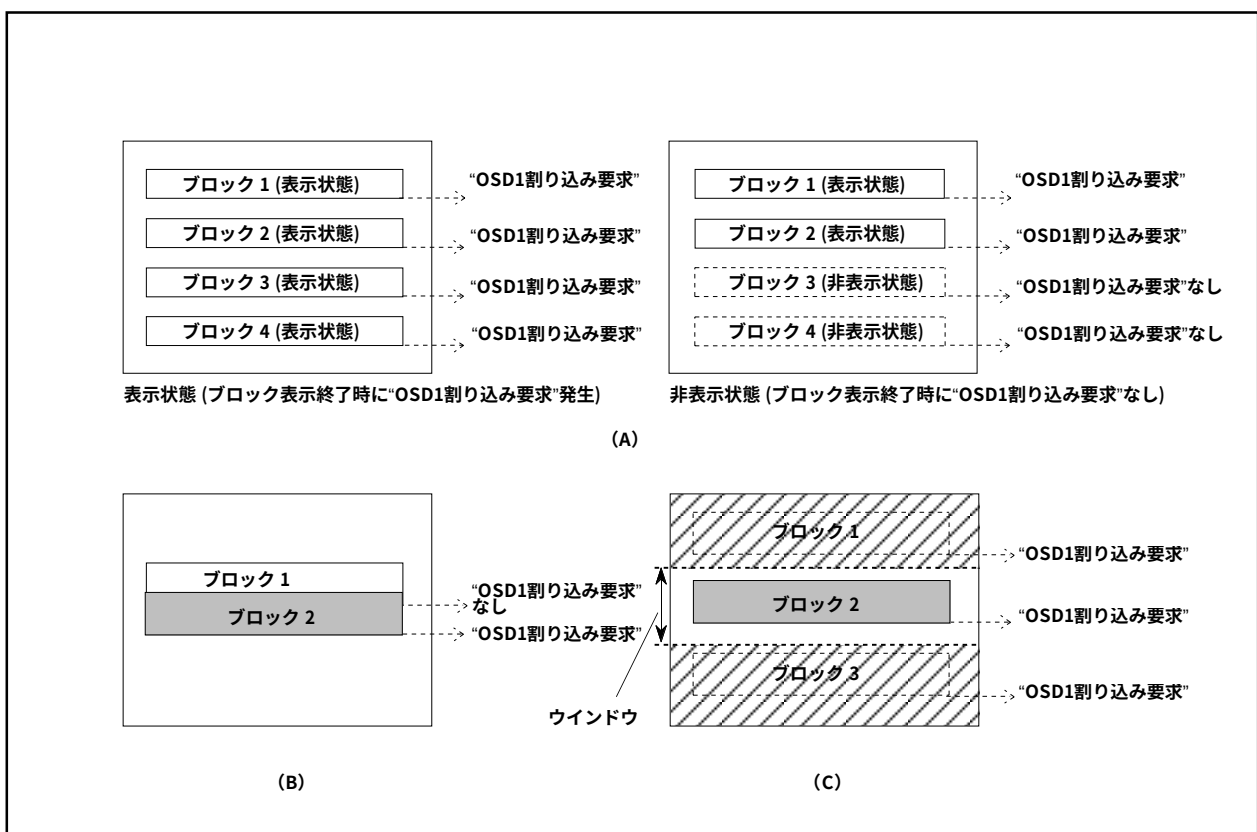

図2.16.40 OSD1割り込み発生 の 注意 点
- 注1. ブロック表示終了時に発生する“OSD1割り込み要求”は、ブロックを表示していない場合は発生しません。つまり、ブロックコントロールレジスタi（0210₁₆～021F₁₆番地）の表示制御ビットの設定によってブロックの表示がオフ（非表示）状態であれば、“OSD1割り込み要求”は発生しません（図2.16.40のA参照）。
2. 1つのブロック表示中に途中の他のブロックの表示開始位置がきた場合は、割り込み要求は途中から表示したブロックの表示終了時に1回だけ発生します（図2.16.40のB参照）。
3. ウィンドウを設定した画面で、ウィンドウ外にあるブロック（表示OFF）が表示終了した時点でも“OSD1割り込み要求”は発生します（図2.16.40のC参照）。